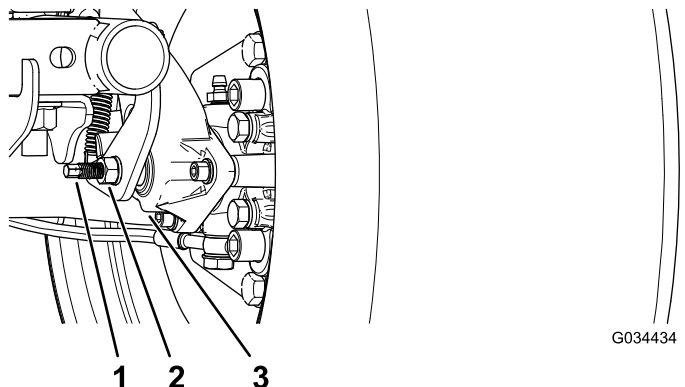

Figure 50
3. Utilisez 2 clés, une pour maintenir le tenon de réglage en place sur l'étrier et l'autre pour desserrer l'écrou de blocage de 1/4 de tour (Figure 50).
4. Tout en maintenant le tenon de réglage et l'écrou de blocage en place, tournez le tenon pour le serrer (Figure 50).
5. Tout en maintenant le tenon de réglage et l'écrou de blocage en place, tournez le tenon en arrière de 1/4 de tour (Figure 50).
6. Tout en maintenant le tenon de réglage et l'écrou de blocage en place, serrez l'écrou de blocage (Figure 50).